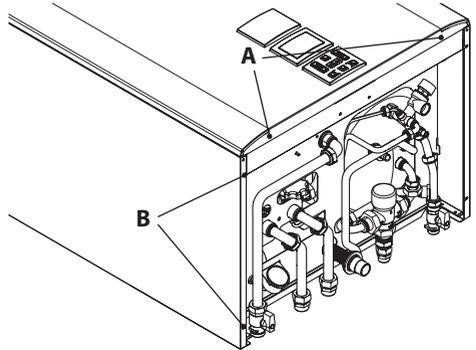
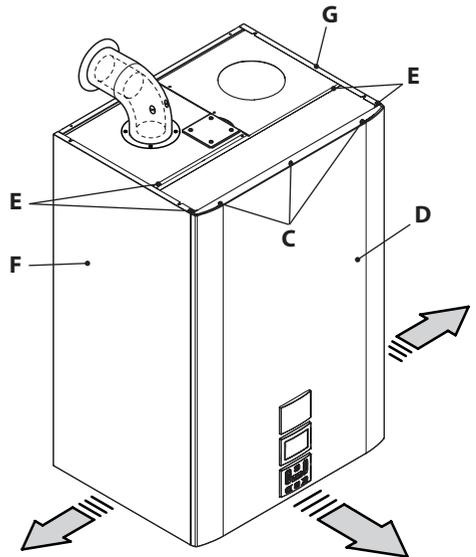

Figura 9.6
Figura 9.7
el panel frontal **D** tirando de él con fuerza hacia usted (Figura 9.6 y Figura 9.7).
- Quite los tornillos **E** en la Figura 9.7 y desmonte el travesaño.
- Afloje los tornillos **B** en la Figura 9.6 y desmonte el panel lateral **F** en la Figura 9.7 tirando de él hacia afuera.